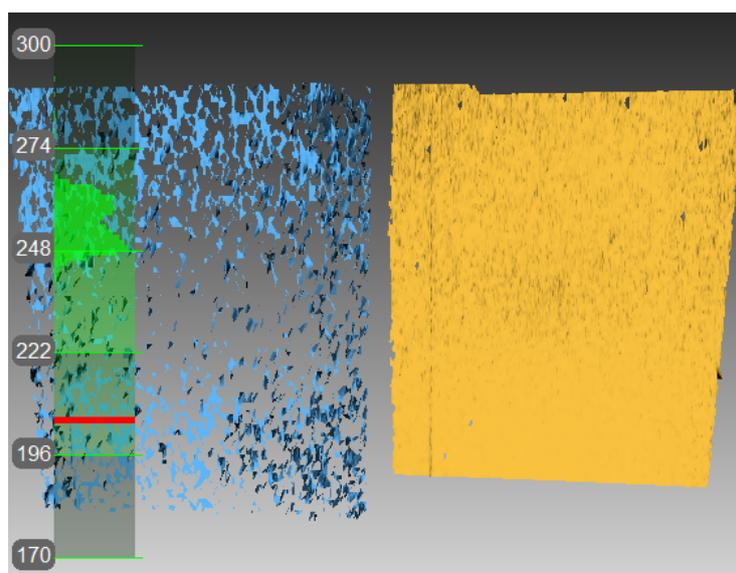

Abbildung 133: Artec Spider Korrekturergebnisse.
In manchen Fällen kann es vorkommen, dass der Scanner aufgrund von unvorsichtiger Handhabung oder Beförderung (Erschütterungen, unbeabsichtigtes Fallenlassen oder andere Gründe) Flächen nicht korrekt aufnimmt. Die gescannte Fläche wurde nur teilweise rekonstruiert oder enthält Löcher (beispielsweise als Ergebnis mangelhafter Rekonstruktion in der blauen Fläche von Abb. 133). Diese Fehler lassen sich durch Korrektur oder Kalibration des Scanners beheben.
9. Schritt 8 noch drei Mal wiederholen. Sofort danach beginnt die Berechnung. Anschließend erscheint im Fenster *3D-Ansicht* eine gelbe Ebene, die der mit den korrigierten Kalibrationseinstellungen erfassten Fläche entspricht (siehe Abb. 133).